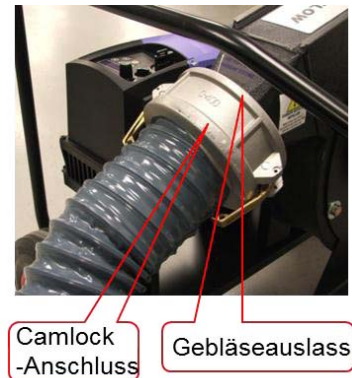
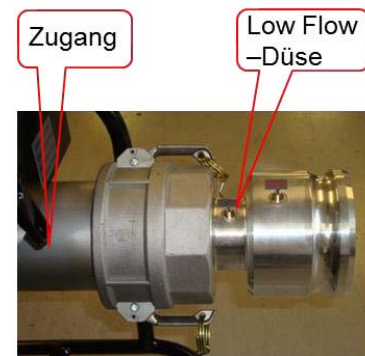

Bild 6. Einstellung - Positiver Druck, High Flow-Anordnung
Bild 7. Positiver Druck Low Flow-Anordnung
- a. Für die High Flow-Positivdruckprüfung die Low Flow-Düse entfernen, sofern installiert. Anschließend den Camlock-Anschluss aus Aluminiumguss an die Gebläse-Auslassseite anschließen, siehe Bild 6. Beide Camlock-Hebel gleichzeitig schließen, um korrekten Sitz zu gewährleisten.
- b. Für die Low Flow-Positivdruckprüfung die Low Flow-Düse an den Gebläseeinlass anbringen, sofern sie nicht gemäß Bild 7 installiert ist. Anschließend den Camlock-Anschluss aus Aluminiumguss am Gebläseauslass anbringen, in Bild 6 dargestellt. Beide Camlock-Hebel gleichzeitig schließen, um korrekten Sitz zu gewährleisten.